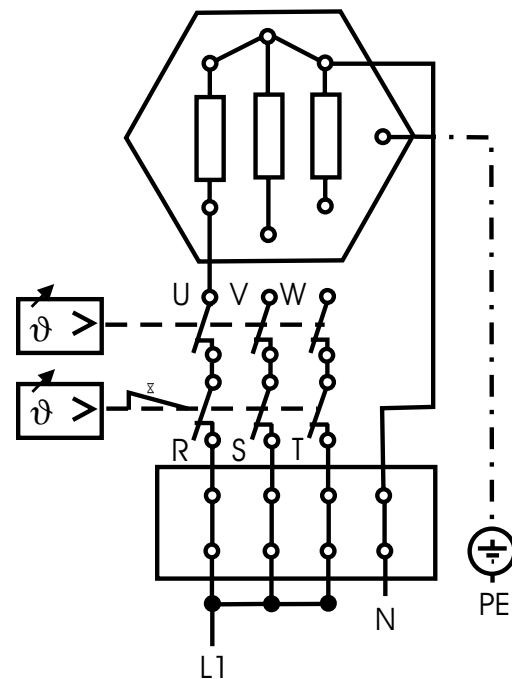

Bild 4 Anschluss an 230 V (nur 3 kW-Modell)
- Der 3 kW-Einschraubheizkörper kann auch einphasig mit 230 V betrieben werden. Dazu die Phase der Anschlussleitung an die Klemme L1 am Regel- und Sicherheitsthermostat anschließen (Bild 4).